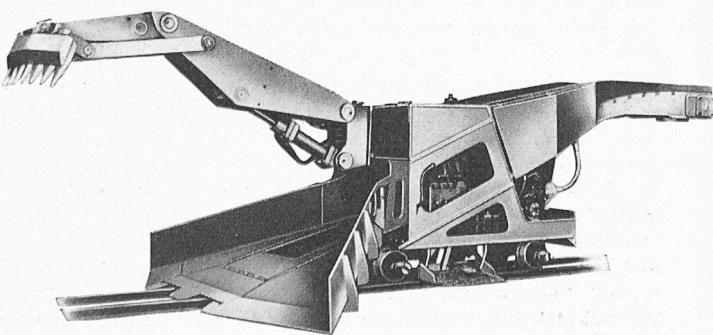

Bild 5. Zughackenlader *Westfalia* Typ ZL-62
*Zughackenlader Westfalia Typ ZL-62* (Bild 5), schienenfahrbar, mit Zughacke, die das Ausbruchmaterial auf die Lademaschine zieht und weiter auf das Kratzband drückt, welches